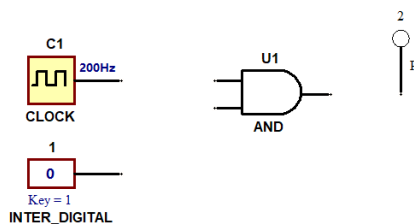

图 1-2：在原理图中绘制器件
8. 所有器件放置完成后，如图 1-2 所示。在绘制原理图时，通常遵循左侧输入，右侧输出的原则。